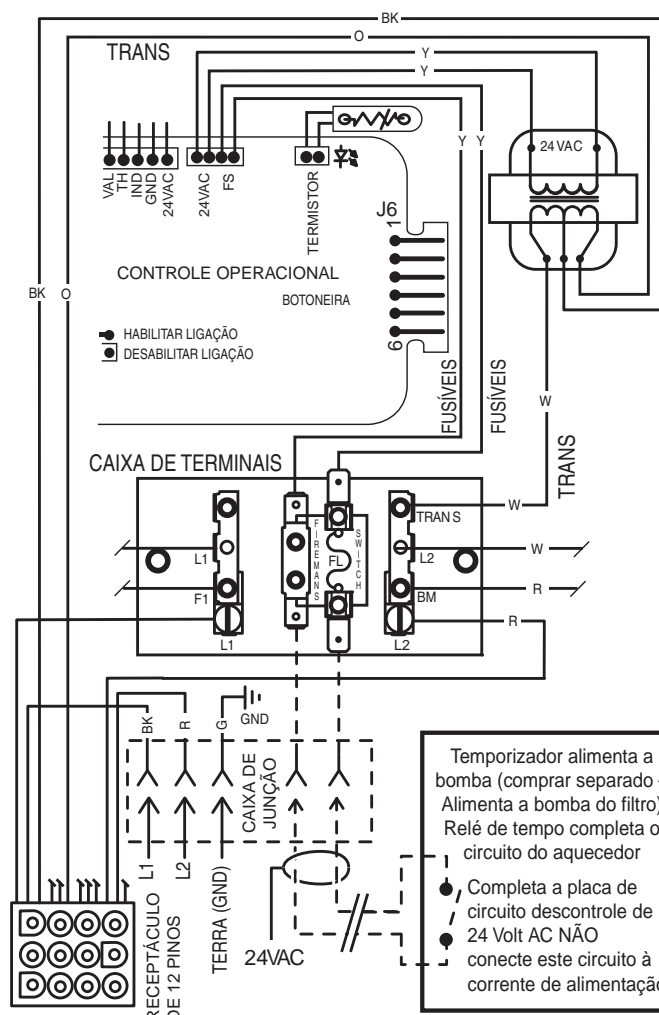

Figura 22.
- Conecte os fios entre os terminais da chave de corte no aquecedor e no relé. Conecte os fios do controlador ou do temporizador à chave de corte. O controlador, temporizador ou relé devem ser dimensionados para suportar 24VAC a 0.5 Amp (porque estará completando o circuito da placa de controle 24VAC no aquecedor, conforme **Figura 22**). NÃO aplique corrente de linha aos terminais da chave de corte. Utilize fios bitola 18, com isolamento mínimo de 3/64" (1.2mm) de espessura para temperaturas de no mínimo 105°C.